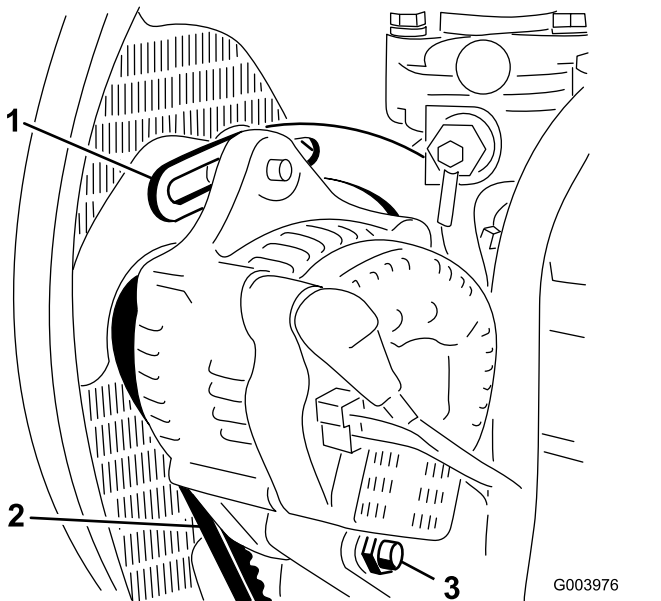

Рисунок 72
2. Проверьте натяжение ремня генератора, надавив на него (**Рисунок 72**) посередине между шкивами генератора и коленчатого вала с усилием 10 кг.
3. Ослабьте болт крепления скобы к двигателю (**Рисунок 72**), болт крепления генератора к скобе и болт оси поворота.